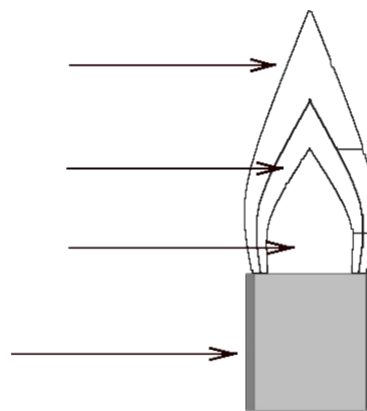

Figura 3.2. Esquema de la flama
1.5 Con el collarín regular la flama hasta tener una flama más azul. Observar y colorear las zonas de la flama, anotar en la figura 3.2 los números correspondientes: